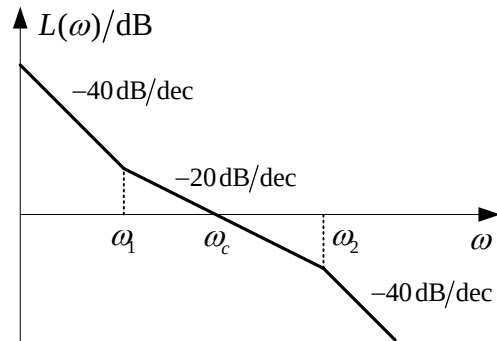

图 4
- (1) 试绘制系统根轨迹;
- (2) 求只有一个闭环极点为实数时, 根轨迹增益 K_r 的取值范围。
7. (10 分) 最小相位系统的开环对数幅频特性曲线如图 4 所示, 图中: